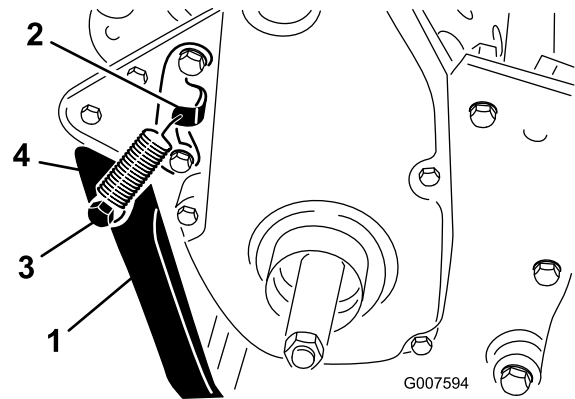

Bild 6
Ständer mit den Befestigungslöchern am Hinterrahmen aus (Bild 6).
3. Montieren Sie den Ständer an jeder Seite des Rahmens mit einer Schraube, einer Sicherungsscheibe, einem Distanzstück, einer Flachscheibe und Sicherungsmutter (Bild 6).